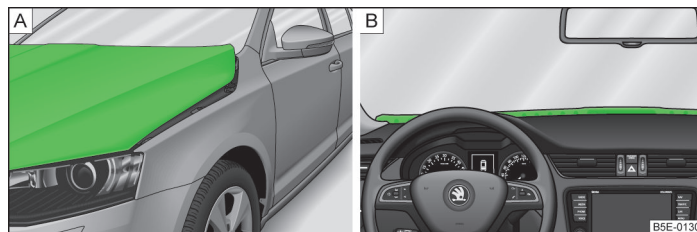

Fig. 138 Capota ridicată
- > se ridică capota » [fig. 138 - \[A\]](#);
- Reglați înălțimea scaunelor înainte de deplasare, astfel încât capota ridicată să nu limiteze vederea spre în față » [fig. 138 - \[B\]](#). Nu continuați deplasarea, dacă vizibilitatea spre în față rămâne limitată chiar dacă s-au reglat scaunele în poziția cea mai ridicată!